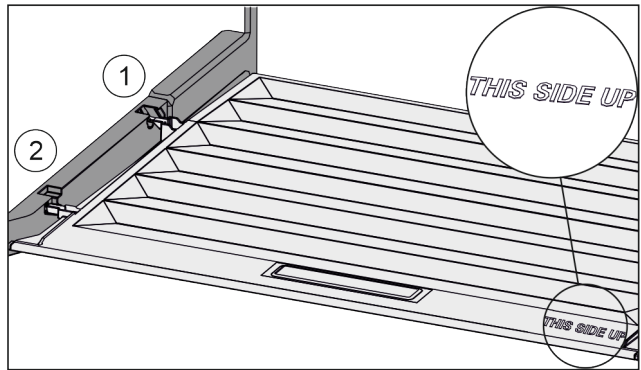

Fig. 82
- Introduire les rainures du couvercle par l'orifice du support arrière Fig. 82 (1) et les enclencher à l'avant dans le support Fig. 82 (2).